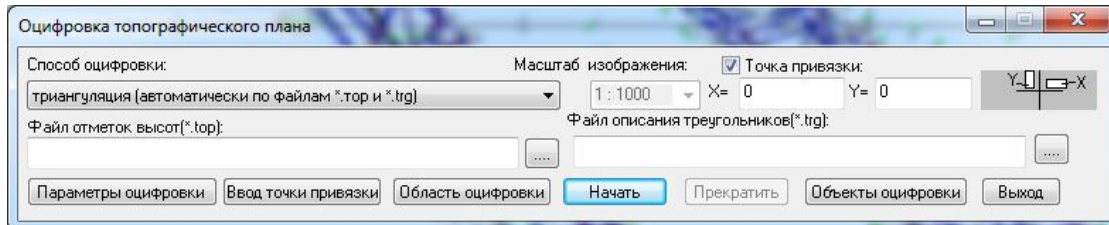
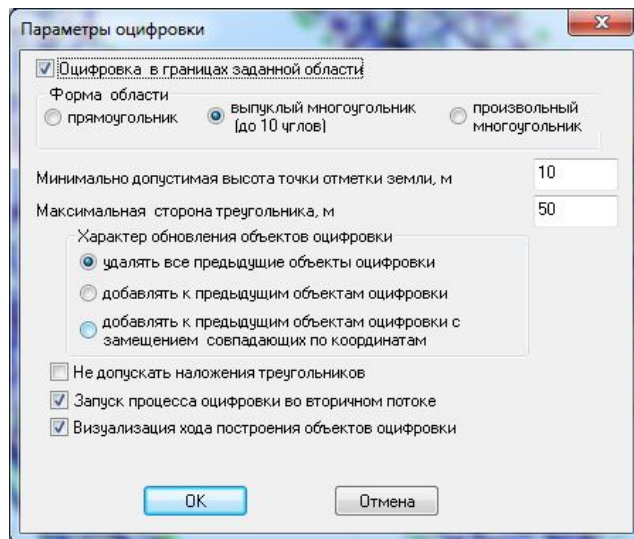
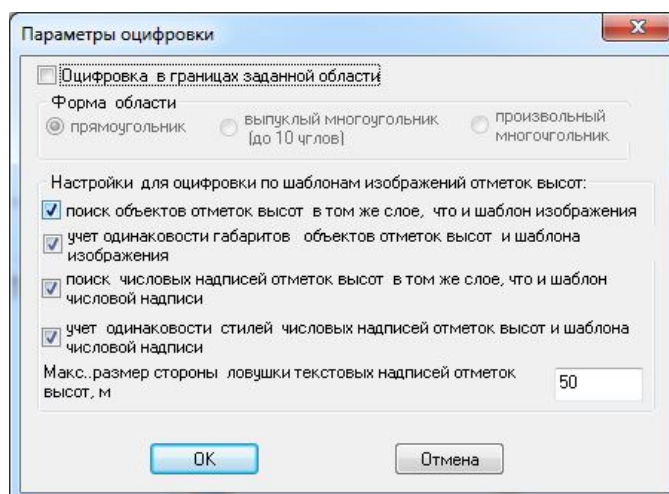

Рис.4
Рис.5
Рис.8
- 1) Открыть фрагмент с изображением топоплана и нажать на кнопку . На экран будет выведено диалоговое окно управления оцифровкой (рис.4).
- 3) Если необходимо произвести оцифровку только для указанной области, то необходимо нажать на кнопку **Параметры оцифровки**, в открывшемся диалоговом окне (рис.5), включить опцию **Оцифровка в границах заданной области**, выбрать форму области и после нажатия на кнопку **ОК** указать границы области оцифровки (см. раздел. 7.4).
- 4) Если необходимо выполнить дооцифровку, то необходимо нажать на кнопку **Параметры оцифровки** и в открывшемся диалоговом окне (рис. 5) установить переключатель **Характер обновления объектов оцифровки** в требуемое положение.
- 5) Для запуска процесса оцифровки в окне управления (рис.4) нажать кнопку **Начать**. Программа приступит к созданию объектов оцифровки (отрисовке точек или треугольников). О ходе процесса можно судить по значению индикатора прогресса в правом нижнем углу экрана.
Каждый из способов имеет свой список параметров, необходимых для оцифровки. Поэтому при выборе того или иного способа может меняться вид окна управления оцифровкой (рис.4) и состав параметров в окне **Параметры оцифровки** (рис.5).
Первые три способа предполагают, что исходное изображение топоплана было создано в одной из программ создания топопланов местности (Кредо, Топоплан и др.). В этих программах наряду с изображением могут быть сформированы некоторые дополнительные файлы, соответствующие изображению. Если выбрана оцифровка через **построение отметок высот**, то необходимо наличие файла отметок высот (типа *top*, см раздел 4). В диалоговом окне управления оцифровкой (см. рис.4) необходимо указать путь до этого файла. Если выбрана **триангуляция**, то кроме
После выбора этого способа необходимо нажать на кнопку **Начать** (см. рис.4). Программа выдаст запрос: **“Укажите объект – шаблон изображения отметки высоты”**. Необходимо указать изображение (точку или окружность или макрообъект или контур) одной из отметок высоты. Затем программа выдаст запрос на указание шаблона числовой надписи – значения отметки высоты. Необходимо указать числовую надпись, соответствующую указанному ранее изображению (рис.6).
С помощью кнопок этого диалогового окна можно отредактировать состав и отметки высот точек оцифровки. Можно добавить точки оцифровки, выбрав другой шаблон изображения, воспользовавшись кнопкой **Добавить автоматически по шаблону**. Дополнительные настройки поиска объектов отметок высот могут быть сделаны в диалоге параметров оцифровки, загружаемом по кнопке **Параметры оцифровки** (см. рис.4), принимающим при данном способе оцифровки вид, показанный на рис.8.
- 1) Нажать на кнопку **Ввод точки привязки** диалогового окна рис. 4. Программа предложит указать точку привязки. В качестве точки привязки можно взять одну из точек, координаты которой (абсцисса и ордината) указаны в изображении топографического плана.
- 3) Для фиксации точки необходимо нажать кнопку **“Прервать команду”** инструментальной панели Компас. Программа прочитает ближайшие к указанной точки числовые надписи, присвоит их значения физическим координатам точки привязки и вернется под управление диалога рис.4.
- 1) Нажать на кнопку **Параметры оцифровки** в окне управления оцифровкой (см. рис.4).
- 2) В открывшемся диалоговом окне **Параметры оцифровки** (см. рис. 5) включить опцию **Оцифровка в границах заданной области** и нажать кнопку **ОК**.
- 5) При нажатии на кнопку **Начать** в окне управления оцифровкой (см. рис.4) программа будет создавать объекты оцифровки только в границах заданной области.
Для указания новых границ области оцифровки можно воспользоваться также кнопкой **Область оцифровки** (см. рис.4).
При нажатии на кнопку **Объекты оцифровки** диалога рис.4 на экран будет выведено окно со списком точек топоплана и отметками высот, которые программа обнаружила в слое оцифровки текущего фрагмента топоплана (см. рис.6). При выделении точки в списке программа показывает положение этой точки на топоплане. Если оцифровка производилась по 1-ому или 4-ому способу оцифровки, то пользователь будет иметь возможность корректировать состав и отметки высот точек (будут доступны кнопки **Добавить**, **Удалить**, **Изменить**).